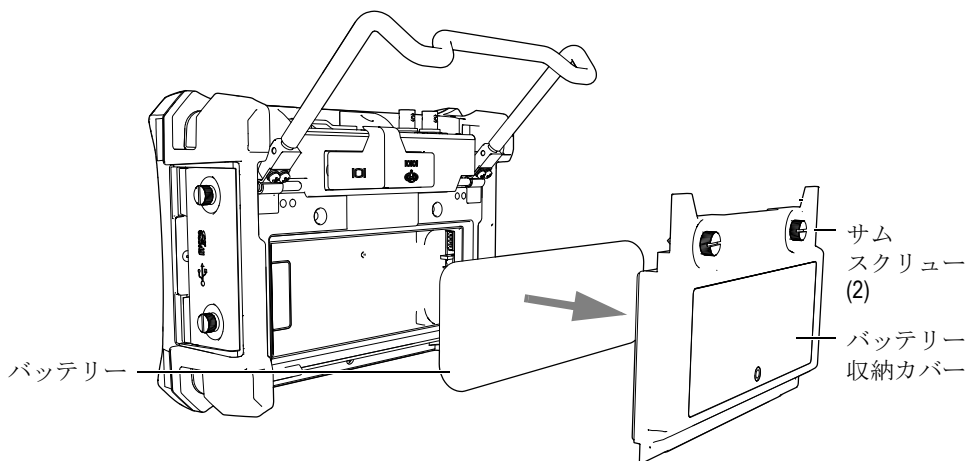

図 1-10 バッテリー収納カバーとリチウムイオンバッテリーを取り外す
2. 探傷器の背面で、バッテリー収納カバーを固定している 2 本のサムスクリューを緩め、バッテリー収納カバーを取り外します（23 ページ図 1-10 参照）。
3. リチウムイオンバッテリーが取り付けである場合は、それを取り外します（23 ページ図 1-10 参照）。